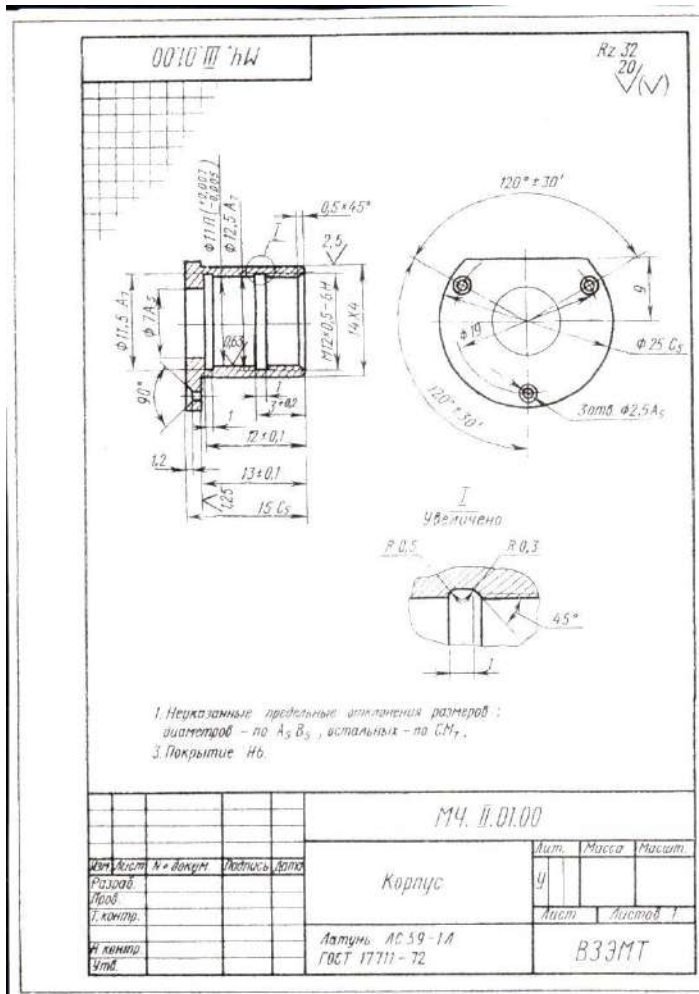

Рисунок 2 Образец выполнения работы
1. Внимательно изучить образец выполнения задания (рис.2)